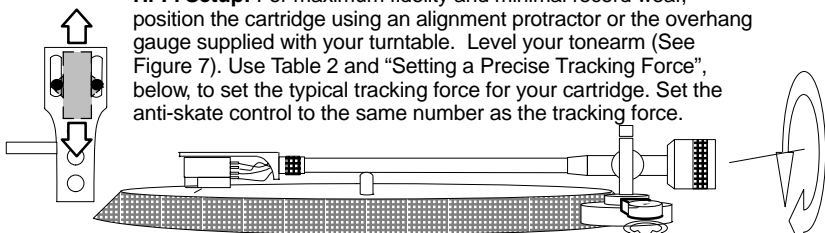
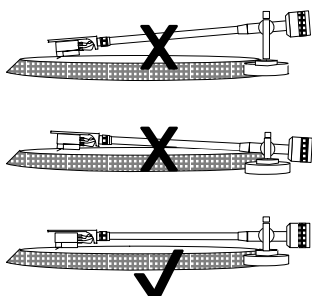

Figure 4
Figure 7. Level Tonearm
Hi-Fi Setup: For maximum fidelity and minimal record wear, position the cartridge using an alignment protractor or the overhang gauge supplied with your turntable. Level your tonearm (See Figure 7). Use Table 2 and "Setting a Precise Tracking Force", below, to set the typical tracking force for your cartridge. Set the anti-skate control to the same number as the tracking force.
- **Hi-Fi-Einrichtung (Abbildung 4):** Für höchste Klangtreue und minimalen Verschleiß der Schallplatte den Tonabnehmer mit einer Überhangmeßschablone oder einer Überhangjustierlehre (im Lieferumfang des Plattenspielers enthalten) platzieren. Den Tonarm nivellieren (siehe Abbildung 7). Die für den Tonabnehmer übliche Auflagekraft anhand von Tabelle 2 und „Einstellung einer genauen Auflagekraft“ weiter unten einstellen. Den Antiskating-Regler auf den gleichen Wert wie die Auflagekraft einstellen.
Nivellierung des Tonarms: Siehe Abbildung 7.
- **Configuration Hi-Fi (figure 4) :** Pour maximiser la fidélité et minimiser l'usure des disques, positionner la cellule à l'aide du rapporteur d'alignement ou de la jauge de dépassement fourni(e) avec la platine. Mettre le bras de lecture à niveau (voir figure 7). Se reporter au tableau 2 et à la rubrique « Réglage d'une force d'appui précise » ci-dessous pour régler la force d'appui type de la cellule. Régler l'antiskating à la même valeur que la force d'appui.
Mise à niveau du bras de lecture : Voir figure 7.